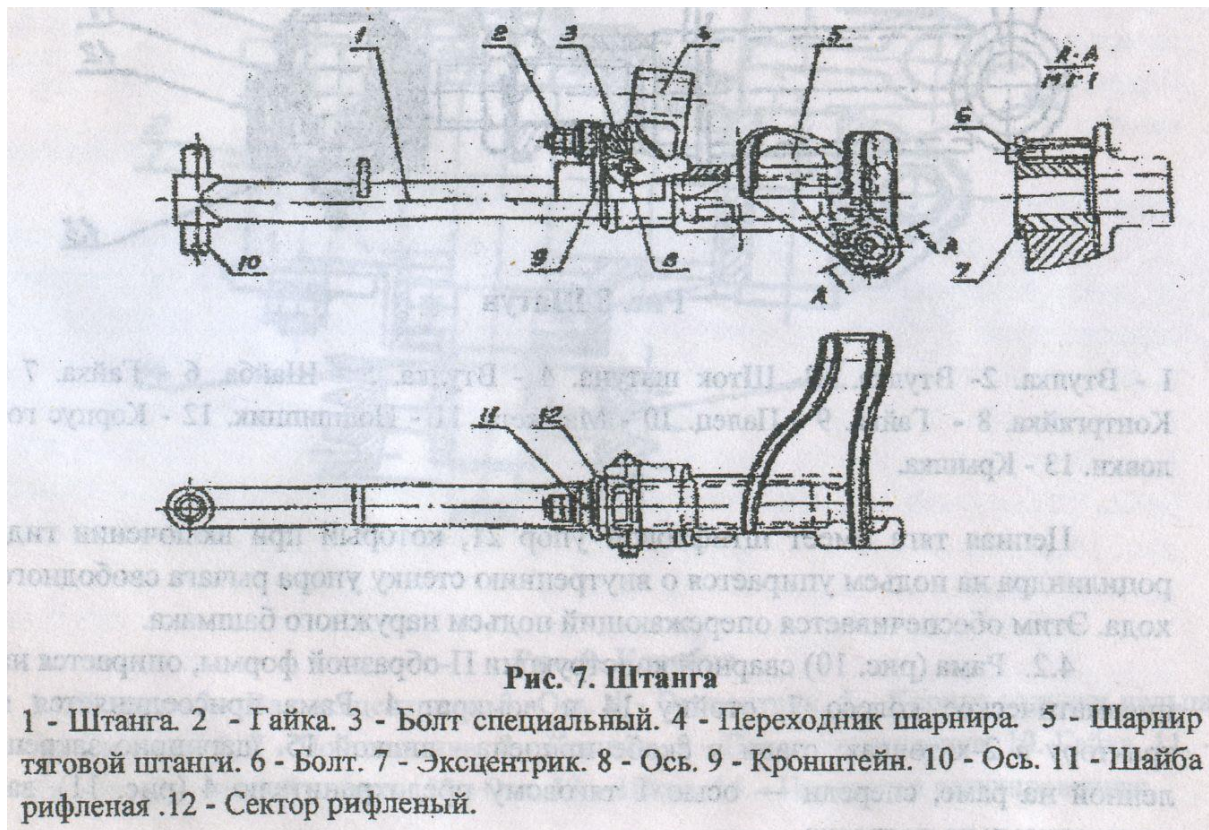

Рис. 7. Штанга
4.1.2. Тяговая штанга (рис.7) служит для соединения режущего аппарата с рамой косилки через коробку привода и состоит из штанги 1 и шарнира 5, соединённых болтом 3 посредством кронштейна 9 приваренного к штанге, рифлёных сектора 12 и шайбы 11.
Шарнир 5 (см. рис. 7) соединяется с внутренним башмаком режущего аппарата штырями 15 и 17 (см. рис. 6).
4.1.2.2. В рабочем положении осевая линия шатуна должна быть параллельна осевой линии спинки ножа (если смотреть на них сверху). Взаимное положение шатуна и ножа регулируйте поворотом эксцентриковой втулки 7 (см. рис. 7) в шарнире башмака. Для этого отверните болт 6, поверните втулку 7 в необходимом направлении и установите болт в другое отверстие втулки.